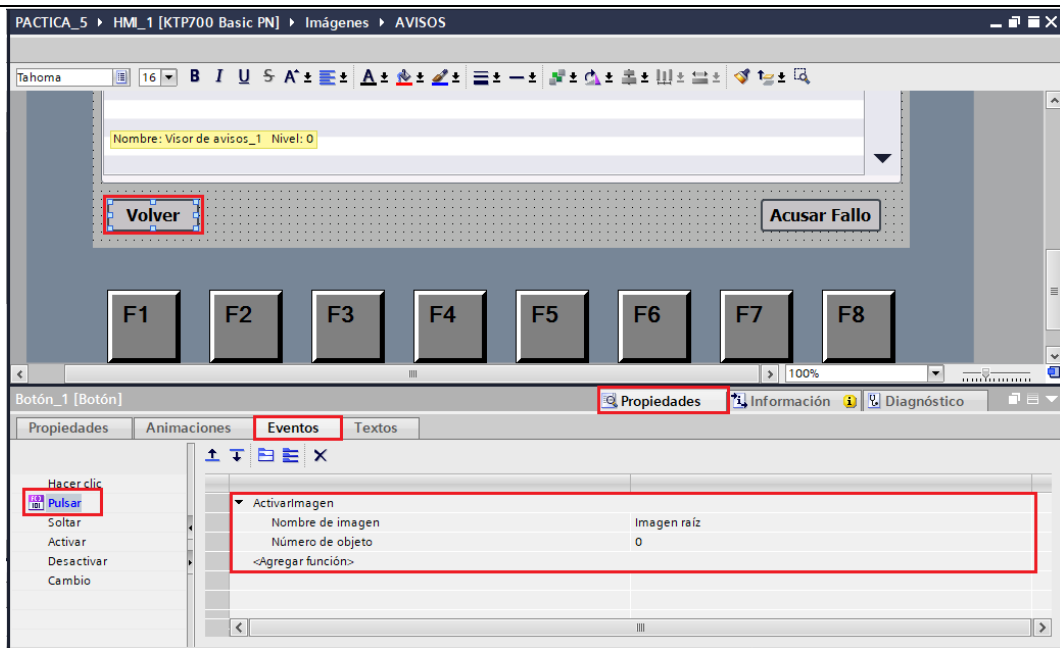

Figura 46. Configuración botón Volver.
- En “Nombre de imagen” seleccionar “Imagen raíz” (ver Figura 46).